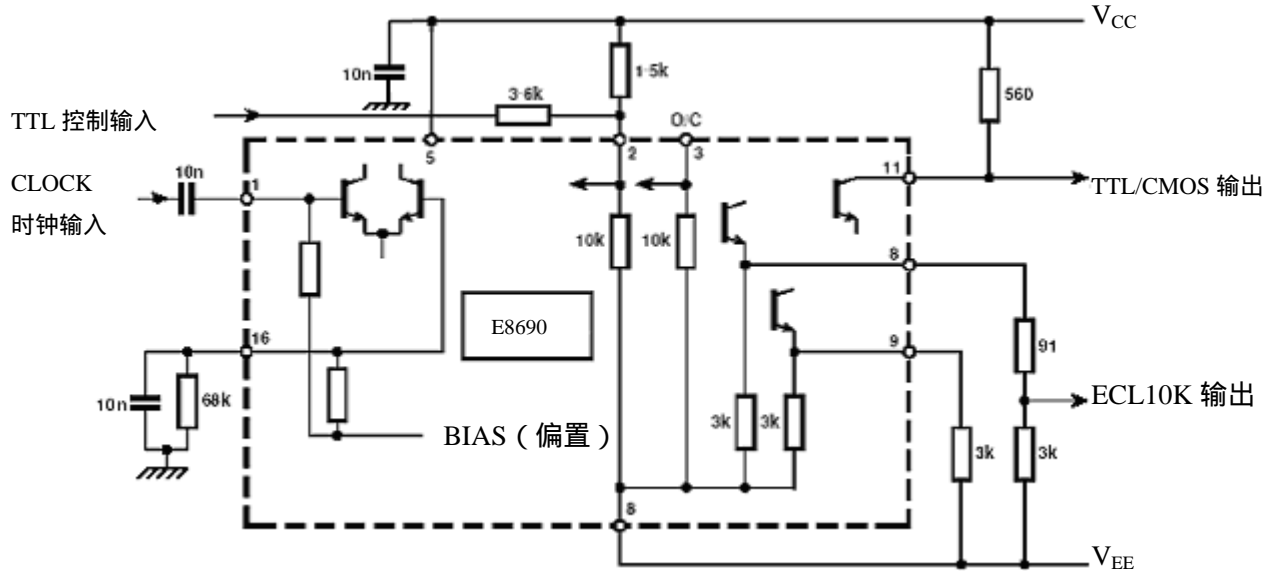

图 1 .典型应用电路
4、ECL 输出（8脚和9脚）与 ECL 系列相容，也可以通过外接下接电阻来和 ECL 系列及 ECL10K 系列接口（见图 1）。